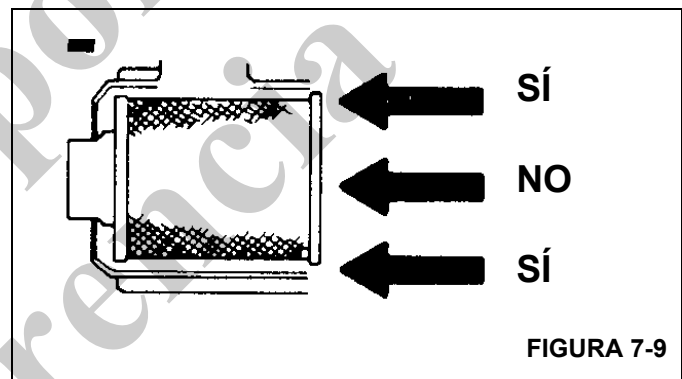

FIGURA 7-9
- b. **INSERTE EL FILTRO CORRECTAMENTE.** El área de sellado se encuentra en el interior del extremo abierto del filtro primario. Un filtro nuevo contiene un lubricante seco para ayudarle en la instalación. El área de sellado crítico se estirará levemente, ajustándose y distribuyendo la presión de sellado en forma pareja. Para completar un sellado ajustado, aplique presión al borde exterior del filtro, no en el centro flexible. No se necesita presión de la cubierta para sostener el sello (Figura 7-9).